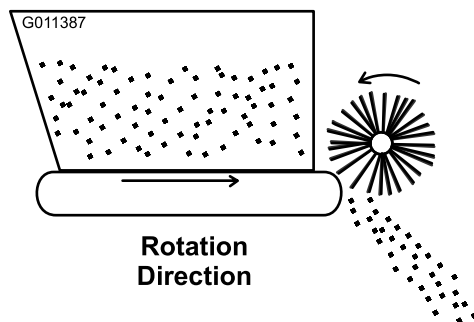

图18
4. 启动工作车发动机并测试传送带和刷子的旋转。将 Workman 的远程液压杆锁定在“运行”位置。旋转应如图18 所示。如果是向后旋转快速接头需要反转。